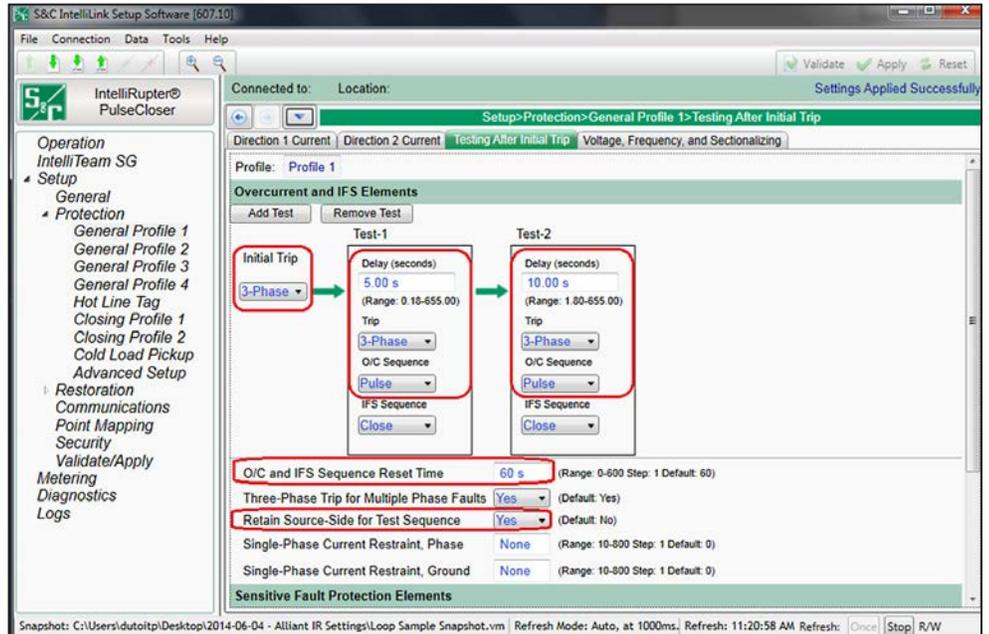

Figura 74. Tela Configurações>Proteção>Perfil Geral 1>Testes Após o Trip Inicial>Elementos de Sobrecorrente e IFS.
PASSO 9. Ajuste os elementos **Overcurrent** e **IFS** (Sobrecorrente e Método Inteligente de Salvar Fusíveis) na tela *Testing After Initial Trip*. Ver Figura 74 na página 143.